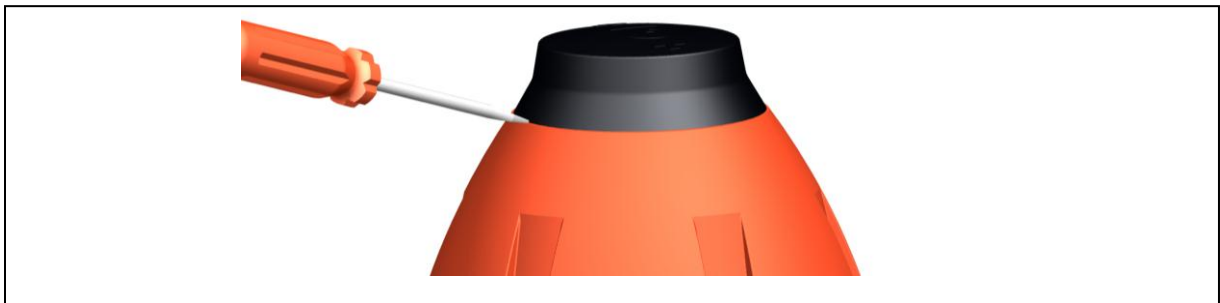

Abb. 2
- Abdeckkappe vom Oberteil entfernen, siehe Abb. 2. Dazu Schraubenzieher in der Aussparung an Abdeckkappe ansetzen.
- ▶ Abdeckkappe vom Oberteil entfernen, siehe Abb. 2